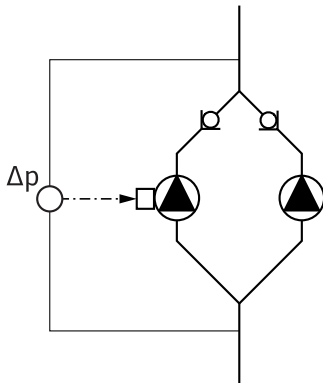

Fig. 13: Exemple, raccord du capteur de pression différentielle
- Dans l'exemple présenté sur la Fig. 13, la pompe maître est la pompe gauche dans le sens d'écoulement. Raccorder le capteur de pression différentielle sur cette pompe.
Les points de mesure du capteur de pression différentielle de la pompe maître doivent se trouver dans le tuyau du collecteur concerné côté aspiration et refoulement de la station à double pompe (Fig. 13).